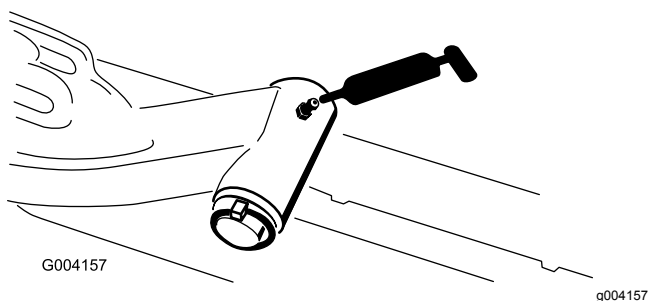

Figura 50
- Veio da articulação do braço de elevação (1 de cada) (Figura 50)